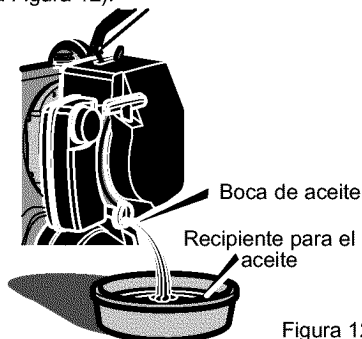

Figura 12
2. Coloque una **bandeja para drenar el aceite** debajo de la **boca de aceite** (Vea la Figura 12).